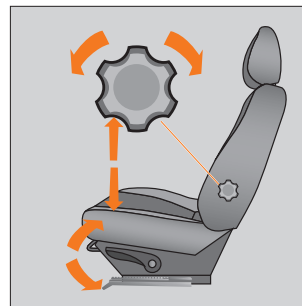

Рис. 14. Рукоятки регулировки сиденья (в варианном исполнении)
**В варианном исполнении** сиденье водителя комплектуется регулировкой поясничного упора (рис. 14).